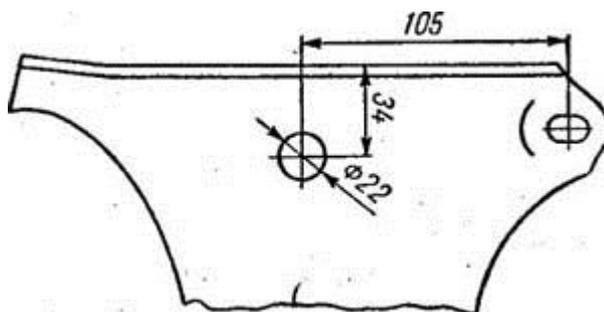

Рис. 74. Схема расположения отверстия в правом кожухе для кронштейна крепления коляски
5. В правом защитном кожухе (в облицовке) мотоцикла сделать отверстие в соответствии с рис. 74.